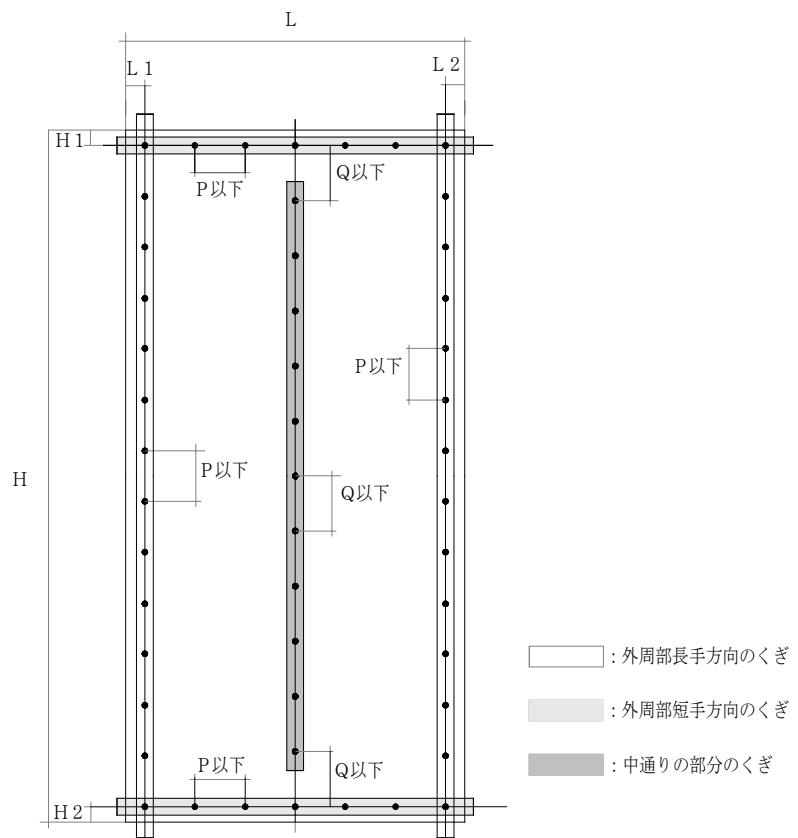

図5 タイガーEX ハイパーくぎ留め付け本数概略
- 面材の外周部及び中通りの部分における、くぎ本数の算出方法について（図5参照）